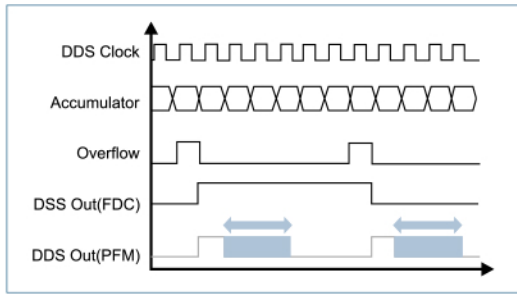

Рис. 12. Диаграмма работы синтезатора частоты
**Примеры применений (рис. 12):**